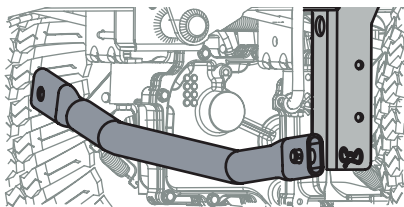

Figure 51
- b. Enlevez la goupille fendue sur le côté gauche de la barre qui la retient au support du châssis (Figure 51).